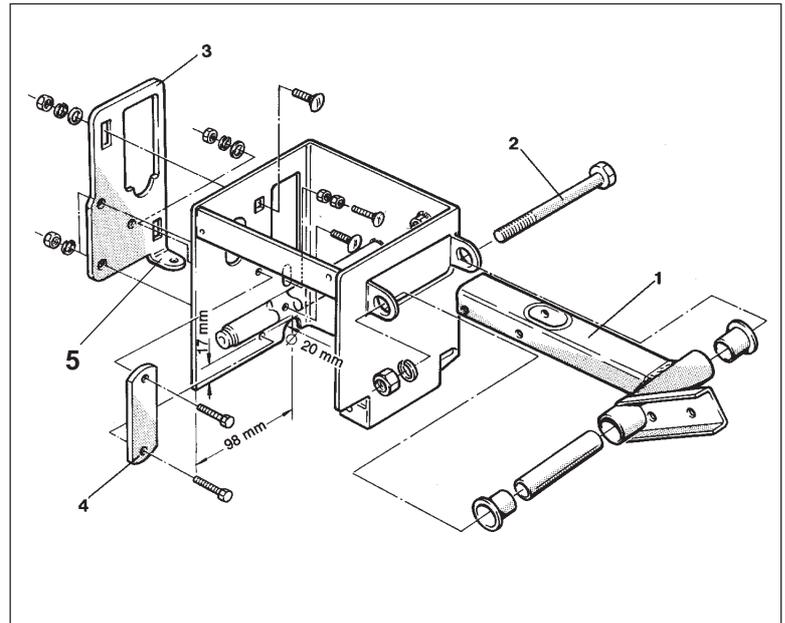

Fig. 26.59
- Hebel (Fig. 26.59/1) nach dem Lösen der Skt.-Schraube M 10 x 100, DIN 931 (Fig. 26.59/2) entfernen
- Anschlagplatte (Fig. 26.59/3) von außen am Schaltkasten befestigen
- Aussparung für die Lasche (Fig. 26.59/5) anhand der Zeichnung Fig. 26.59 aus der Wand des Schaltkastens herausfräsen
- das Flacheisen (Fig. 26.59/4) dient zur Befestigung der hydraulischen Anbauteile und ist später mit diesen Teilen zu verschrauben